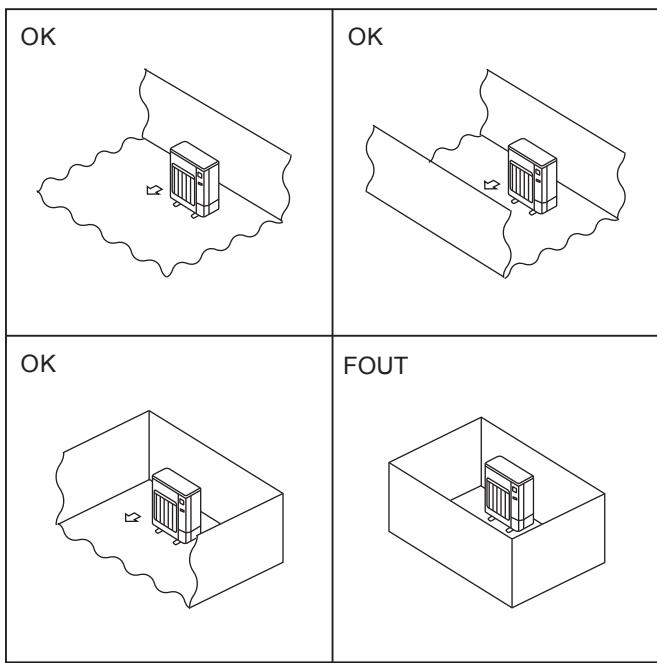

Fig. 2-2
- Installeer buitenapparaten op een plaats met minimaal een van de vier zijden open en in een ruimte zonder verlagingen die voldoende groot is. (Fig. 2-2)